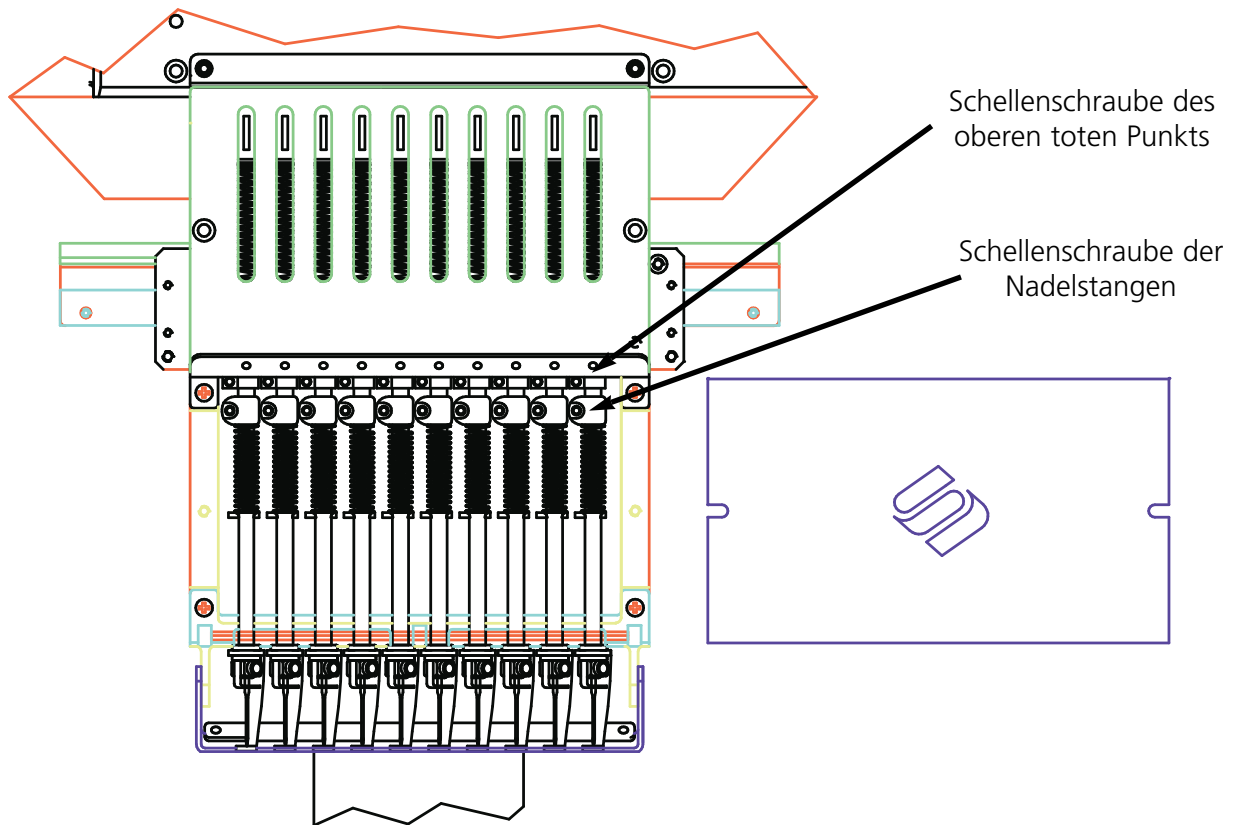

Abbildung 4-17
10. Lösen Sie die Schellenschraube der Nadelstange, wie abgebildet in Abb. 4-17.